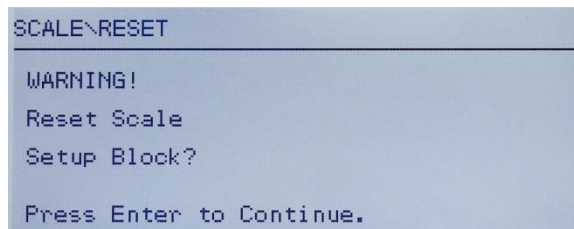

Figura 3-16: Pantalla de advertencia de reinicio del terminal
- Use la tecla de navegación ABAJO para seleccionar Reinicio y luego presione ENTER. La pantalla muestra un mensaje de advertencia acerca de volver a ajustar la configuración de la báscula (Figura 3-16).